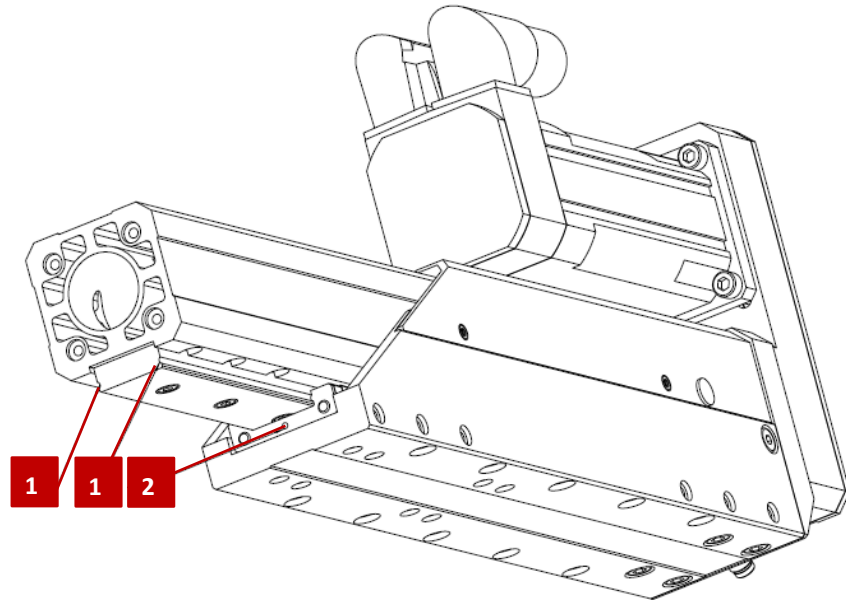

Fig. 13 Axe télescopique - graisseur guide linéaire
4. Lubrifier les rails du guide linéaire (Fig. 13, 1) de manière à appliquer un film lubrifiant uniforme.